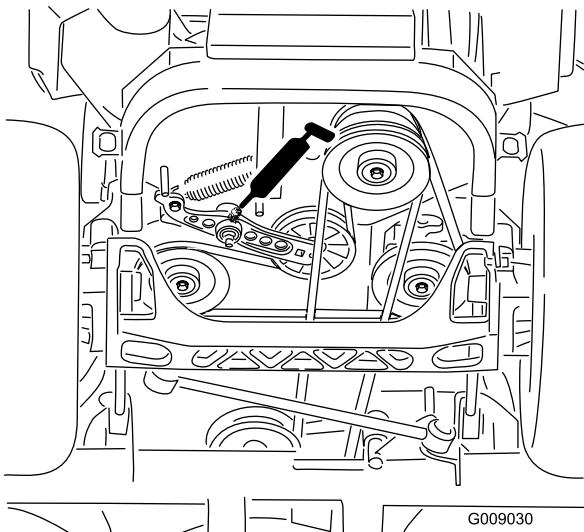

Figure 42
- Graissez le bras de la poulie de tension de la courroie d' entraînement (Figure 42).